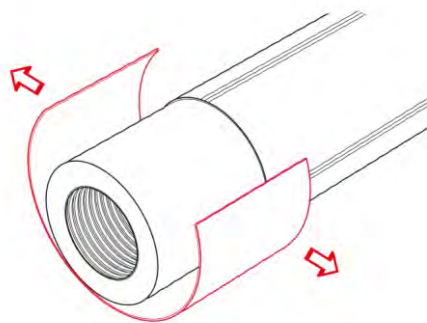

Рис. 3.6.4
4. Удалить надрезанный участок защитной оболочки (рис. 3.6.4).